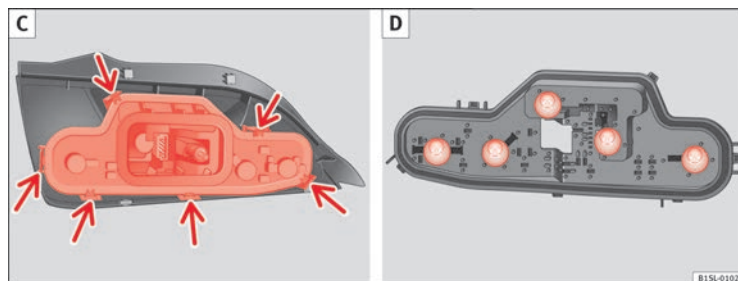

Fig. 156 Grupo óptico traseiro: C: Desmontar o porta-lâmpadas, D: Desmontar as lâmpadas.
9. Desbloqueie o porta-lâmpadas das flanges de bloqueio (seta) ⇒ Fig. 156 C e extraia o porta-lâmpadas da luz traseira.
10. Substituir a lâmpada avariada por uma lâmpada nova idêntica ⇒ Fig. 156 D.
11. Coloque o porta-lâmpadas no grupo óptico traseiro. As linguetas de bloqueio (seta) devem encaixar de forma audível ⇒ Fig. 156 C.